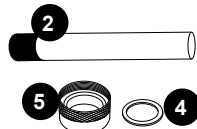

FIGURA 7
5. Extraiga la tuerca de compresión del sello de cuarzo (5) girándola en el **sentido contrario a las agujas del reloj**, Figura 5. De ser necesario, utilice unas pinzas con ajuste, Figura 6. Verá que hay una arandela de compresión de acero inoxidable (4) que se desliza sobre el tubo de cuarzo. Guarde la arandela (4) para usarla después, Figura 7.
6. Ahora está listo para limpiar o reemplazar el tubo de cuarzo (2). Para limpiar el tubo de cuarzo (2), siga los pasos 7 y 8 y luego continúe con el paso 9. Para cambiar el tubo de cuarzo (2), omita los pasos 7 y 8 y continúe desde el paso 9.